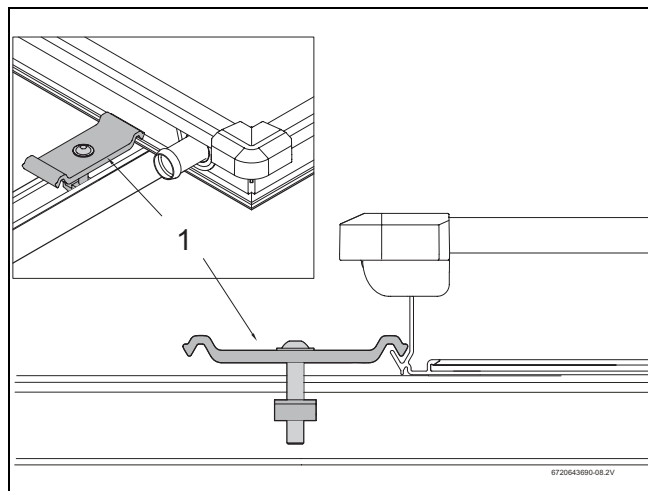

Fig. 49 Montage du tendeur double
- Insérer le tendeur double avec l'écrou dans le rail profilé (→ fig. 49, [1]).